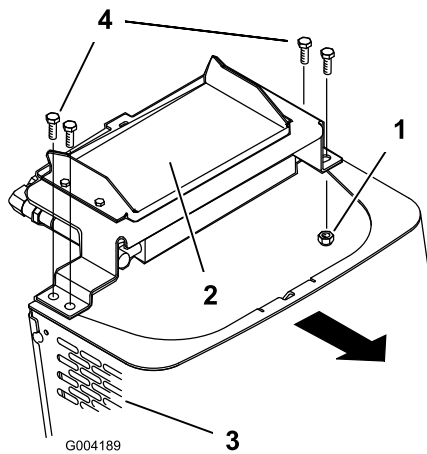

Figura 31
6. Rimuovete i bulloni di spallamento e i dadi che fissano il radiatore dell'olio alla parte superiore della griglia anteriore (Figura 31).